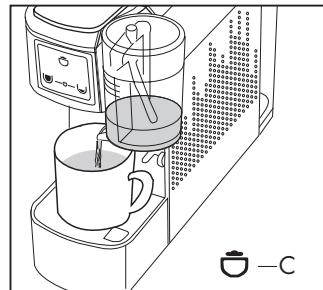

Fig. 14
- Premere il tasto (C) ; la macchina erogherà la crema di latte. (**Fig. 14**)
- Riempire il bicchiere (13) con la quantità di latte desiderata, premere e tenere premuto il tasto (C)  per regolare l'erogazione del latte per il cappuccino, rilasciare il tasto quando si è raggiunta la quantità desiderata, in questo modo la dose viene memorizzata per le successive erogazioni (**Fig. 14**)